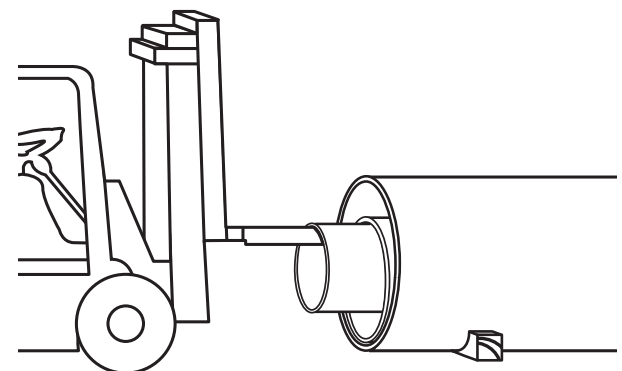

Figura 2-7 Desembalagem de tubos enfiados com o braço almofadado do empilhador
- 4** Para a separação dos tubos enfiados, será aconselhável preparar um local para esse fim. Os tubos interiores devem ser extraídos sempre pelos de menor diâmetro, levantando-o ligeiramente com um braço do empilhador, convenientemente forrado, que permita manter o tubo suspenso e retirando-o com o maior cuidado, para evitar o roçamento nos outros tubos (**figura 2-7**). Quando as limitações de peso, comprimento ou do equipamento impeçam este método de desembalagem, o fornecedor sugerirá outros meios, em função de cada projecto.